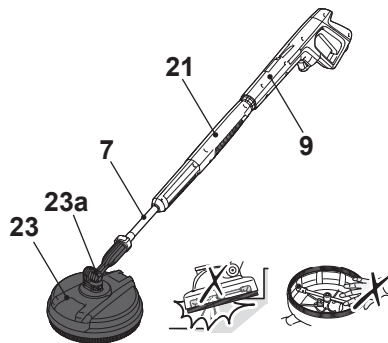

Fig. 12
4. Montați în siguranță lancea de extindere scurtă (21) prin rotirea manșonului (21b) în sensul acelor de ceasornic (pasul 3).
5. Aliniați și introduceți limbile (7a) de la lancea de extindere (7) în canelurile portului de conectare a lancei de extindere scurtă (21) (pasul 4).
6. Potrivii cu siguranță lancea de extensie (7) rotind-o în sens orar pentru a o bloca în poziție (pasul 5). Asigurați-vă că săgeata de pe lancea de extindere scurtă se aliniază cu săgeata de pe lancea de extindere.
7. Atașați peria pentru terasă (23) în lancea de extindere (7) (Fig.12).